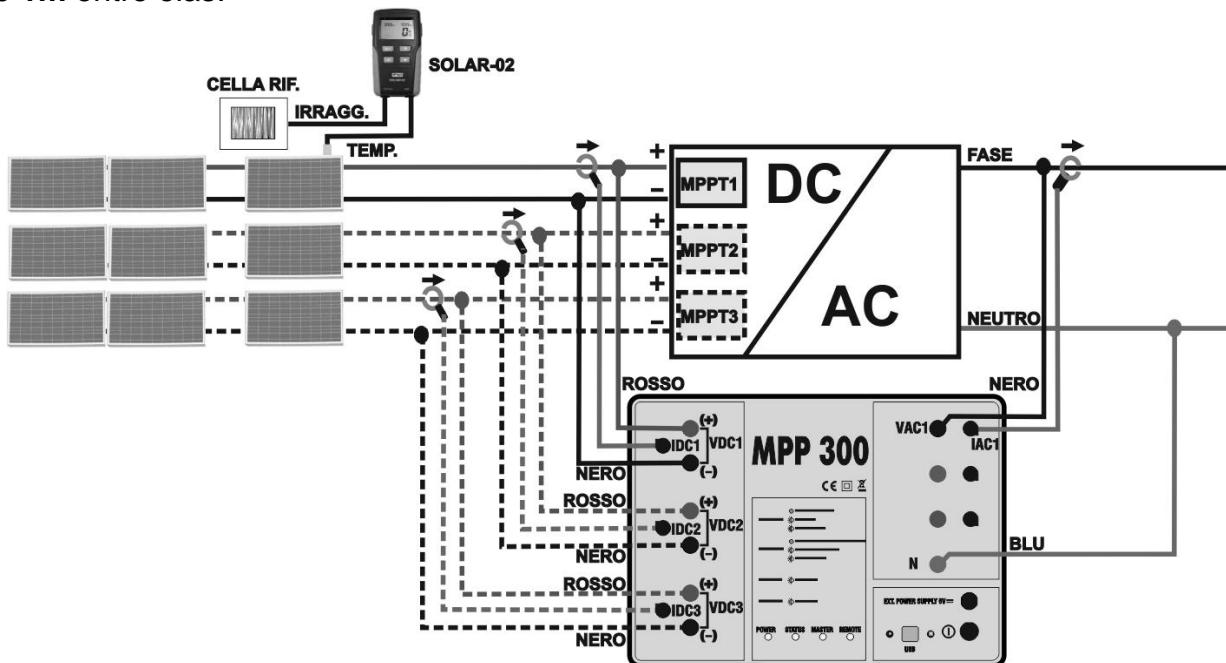
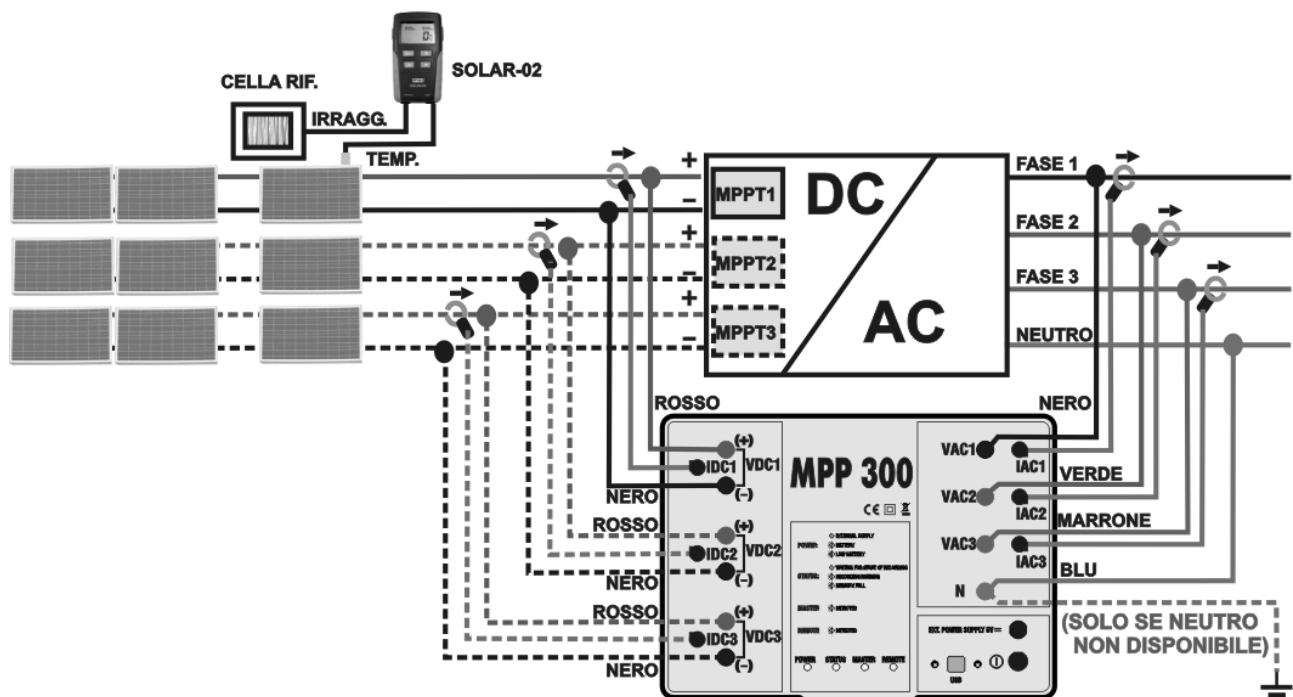

Fig. 5: Ligação do MPP300 para o teste de uma instalação FV Monofásica
Fig. 6: Ligação do MPP300 para o teste de uma instalação FV Trifásica
7. Ligar as entradas **VCC1(+)** e **VCC1(-)** da unidade **MPP300** aos terminais de saída da bateria de painéis (stringa) respeitando as polaridades e as cores indicadas na Fig. 5 ou Fig. 6.
10. Inserir a pinça de corrente CC no condutor positivo na saída da bateria de painéis (stringa) **respeitando o sentido da seta** existente na referida pinça conforme o indicado na Fig. 5 ou Fig. 6. Colocar o toróide da pinça o mais afastado possível do inverter e do condutor negativo na saída da referida bateria de painéis (stringa).
12. Ligar as entradas **VCA1** e **N** da unidade **MPP300** respetivamente aos condutores de Fase e Neutro respeitando as polaridades e as cores indicadas na Fig. 5 ou Fig. 6. No caso de instalações trifásicas em que o condutor do Neutro não esteja disponível, ligar a entrada **N** à Terra.
14. Ligar a pinça CA ao condutor da Fase L1 **respeitando o sentido da seta** existente na referida pinça conforme o indicado na Fig. 5. ou Fig. 6. Colocar o toróide da pinça o mais afastado possível do inverter e do condutor do Neutro. Ligar a saída da pinça à entrada **ICA1** do MPP300.